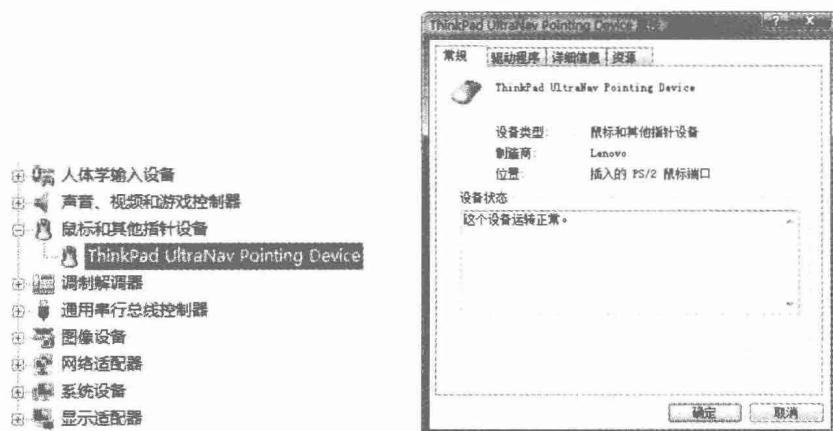

图 1-38 触摸板正常工作
- (1) 送修笔记本电脑的触摸板无法工作。
- (2) 在系统的设备管理器中查看触摸板，发现其工作状态正常，如图1-38所示。